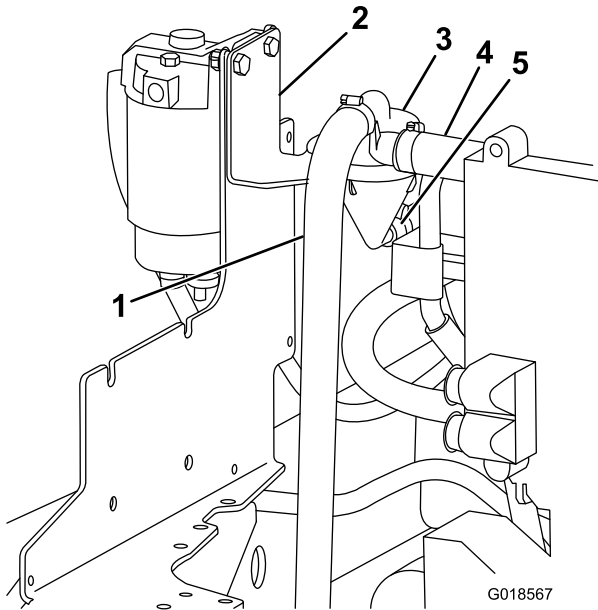

Figura 1
1. Desconecte la manguera del respiradero y la manguera de retorno de aceite del respiradero existente (Figura 1).
2. Retire el soporte del respiradero y el respiradero (con la manguera de ventilación conectada) de la máquina y deséchelos (Figura 1).